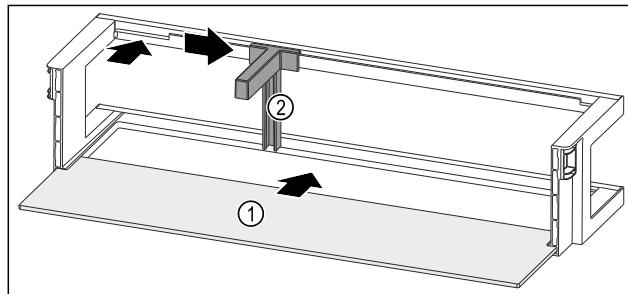

Fig. 51 Рафт на врата с преграда за бутилки
- ▶ Вкарайте рафта Fig. 51 (1) в страничните прорези.
- ▶ Поставете преградата за бутилки Fig. 51 (2) в прореза.
- ▶ Плъзнете преградата за бутилки Fig. 51 (2) настрани до желаната позиция.